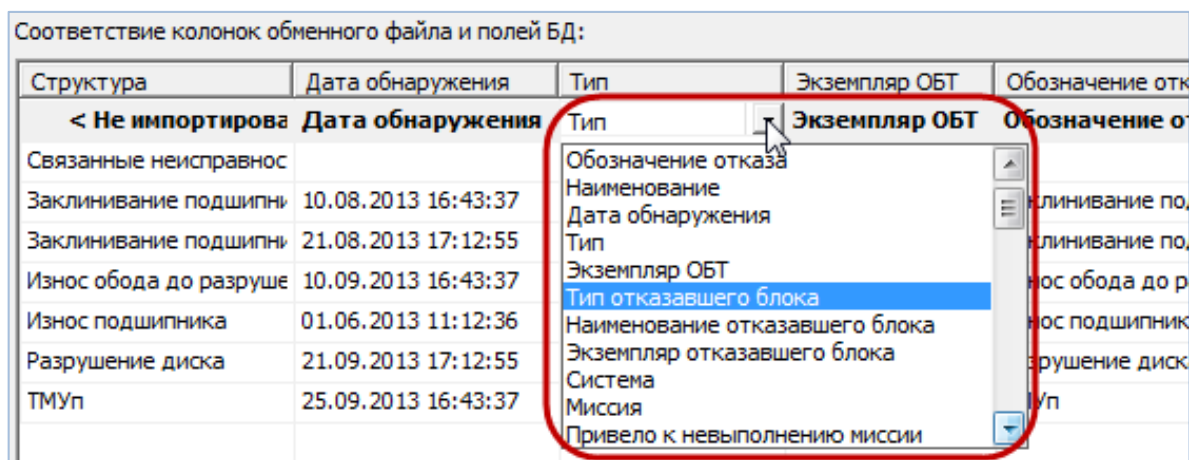

Рис. 26-91 – Установить ручную соответствия колонок в файле и полей БД
– В случае если соответствие между колонками в обменном файле и полями БД не удалось установить автоматически, задать его вручную. Для этого раскройте список полей БД, нажав кнопку в правой части ячейки в строке «Поле БД», и выбрать нужное значение (рис. 26-91).